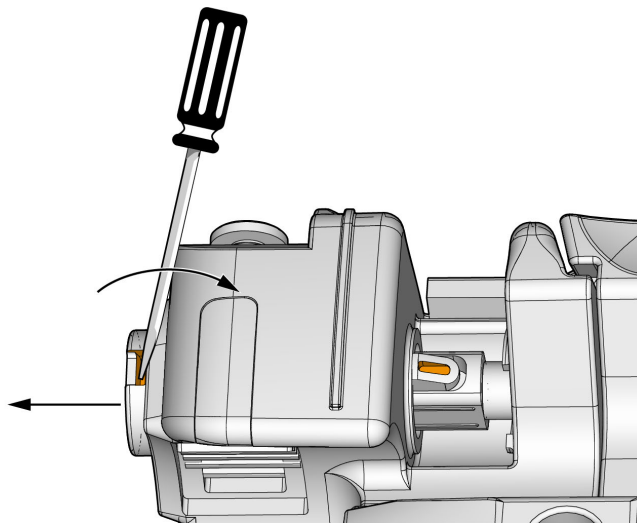

Abbildung 5-10 Entfernen der Bremswelle
5. Führen Sie die Schraubenzieherspitze in den Hohlraum am Bremsschaftende ein. Nach innen kippen, um die Bremswelle herauszudrücken (siehe Pfeile in Abbildung 5-10 auf Seite 86).